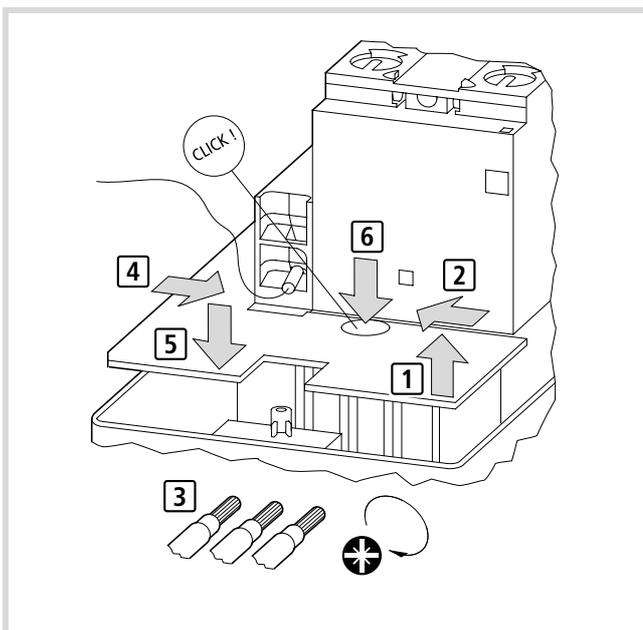

Abbildung 41: Abdeckplatte als zusätzlichen Schutz für das AS-Interface® vor sich lösenden Leitern montieren
Montieren Sie als zusätzlichen Schutz vor sich lösenden Leitern die Abdeckplatte (→ Abbildung 41 auf Seite 42).
- ▶ Klipsen Sie die Abdeckplatte als zusätzlichen Schutz für das AS-Interface® vor den sich lösenden Leitern ein. Die Vorgehensweise ist in Abb. 41 beschrieben.